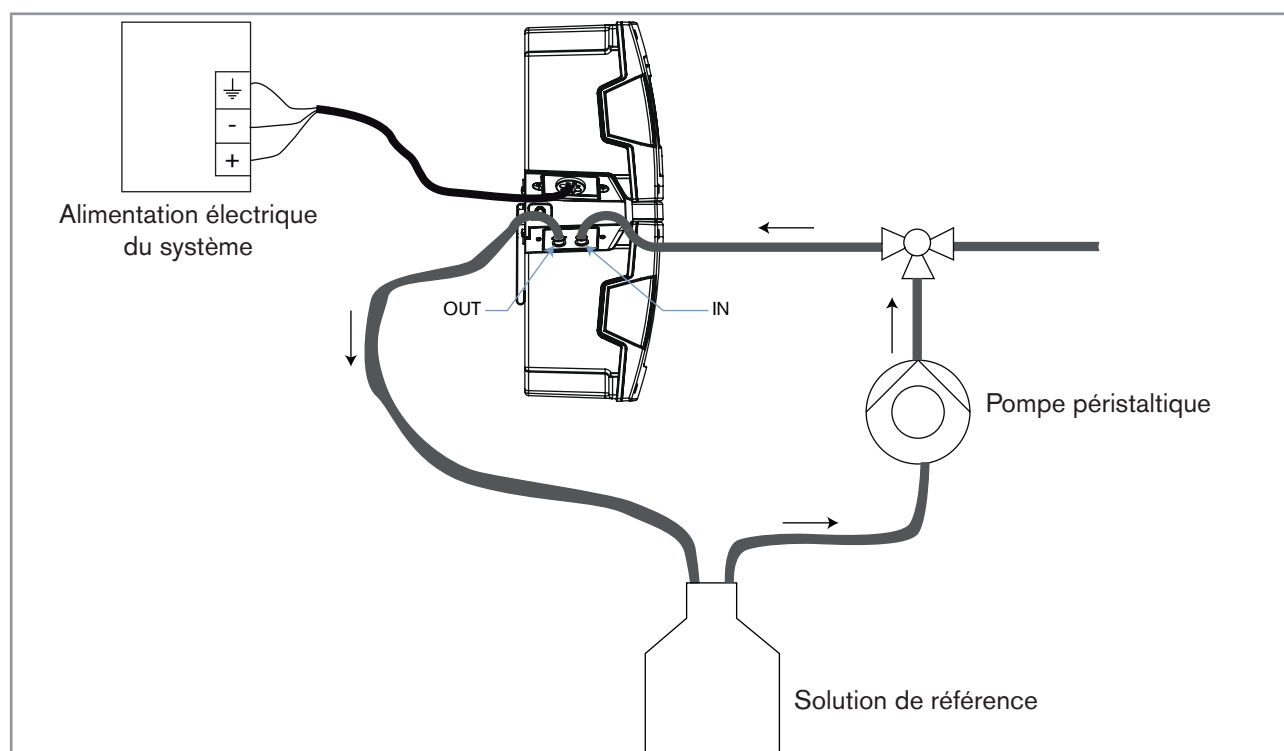

Fig. 3 : Installation pour l'étalonnage hors process du produit
1. Raccorder une pompe péristaltique dans le circuit d'arrivée de l'échantillon d'eau du système, tel que décrit dans la Fig. 3. Si les raccordements fluidiques ne sont pas effectués correctement, le produit et le système peuvent être endommagés car la pression dans le produit et le système est trop élevée.